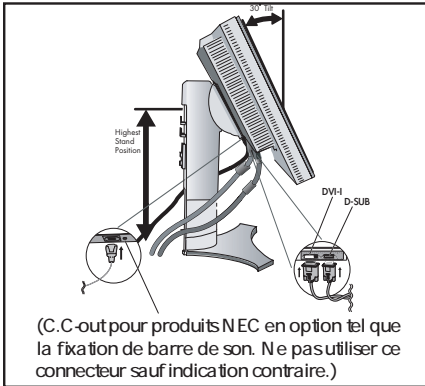

Figure 4
3. Avec une main, attrapez le haut de l'écran par sa poignée, et à l'aide de l'autre main, saisissez le bas. Inclinez le panneau ACL vers l'arrière de 30° en le soulevant dans sa position la plus haute. Connectez tous les câbles aux connecteurs appropriés (Figure 4).